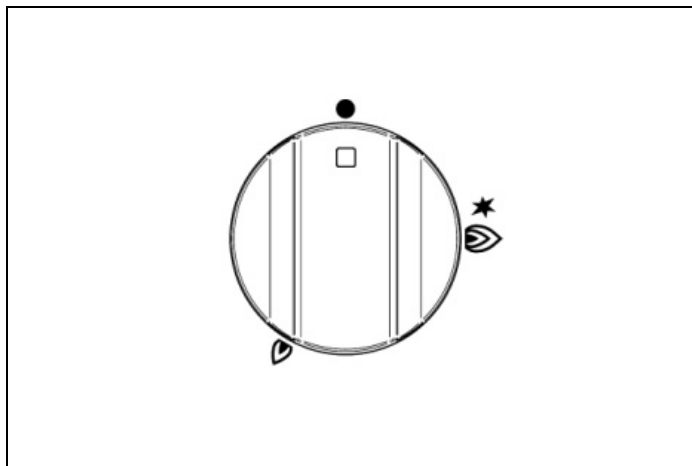
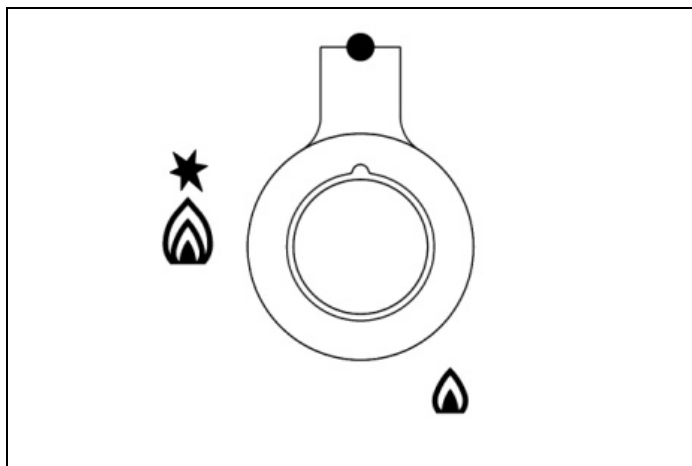

Fig. 16
Fig. 17
- För att tända brännaren, tryck in reglaget (Fig. 16 och Fig. 17) och vrid det moturs till MAX-läget (stor låga).